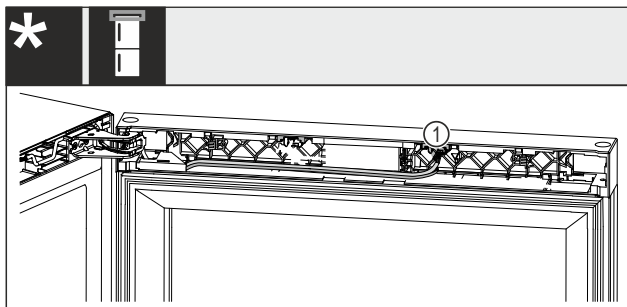

Fig. 24 Combinazioni vino-congelatore*
► Estrarre la spina Fig. 24 (1) dal nido.*